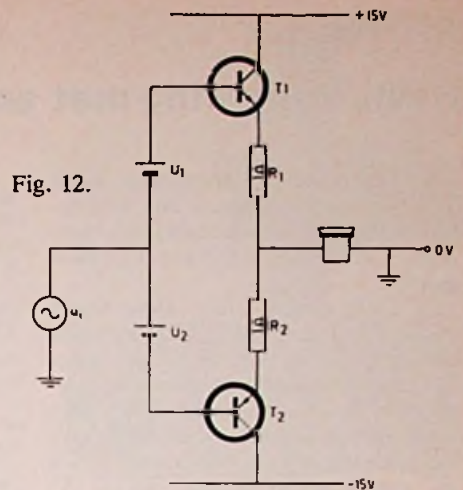
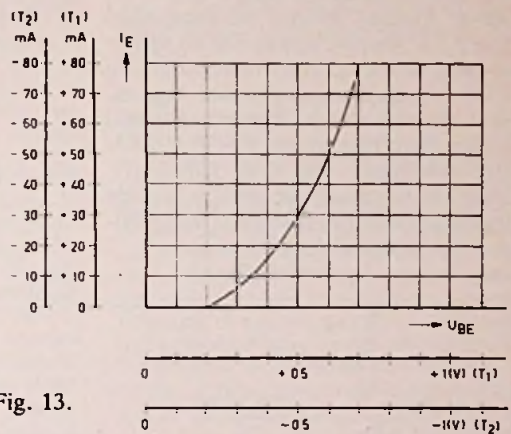

Fig. 12.
Fig. 13.
④ In de schakeling van fig. 12 zijn een P.N.P transistor en een N.P.N transistor opgenomen. Het verband tussen emitterstroom en basis-emitterspanning is weergegeven in fig. 13. De lekstromen worden verwaarloosd. De spanningen U_1 en U_2 zijn gelijk.
a. Uit fig. 13 volgt dat bij een emitterstroom van 15 mA de basis-emitterspanning van T_1 gelijk is aan 0,4 V. Omdat op R_1 hierbij een spanning van 15 mV staat, moet U_1 gelijk zijn aan 0,415 V. Afgezien van de tekens geldt hetzelfde voor T_2 en U_2 .